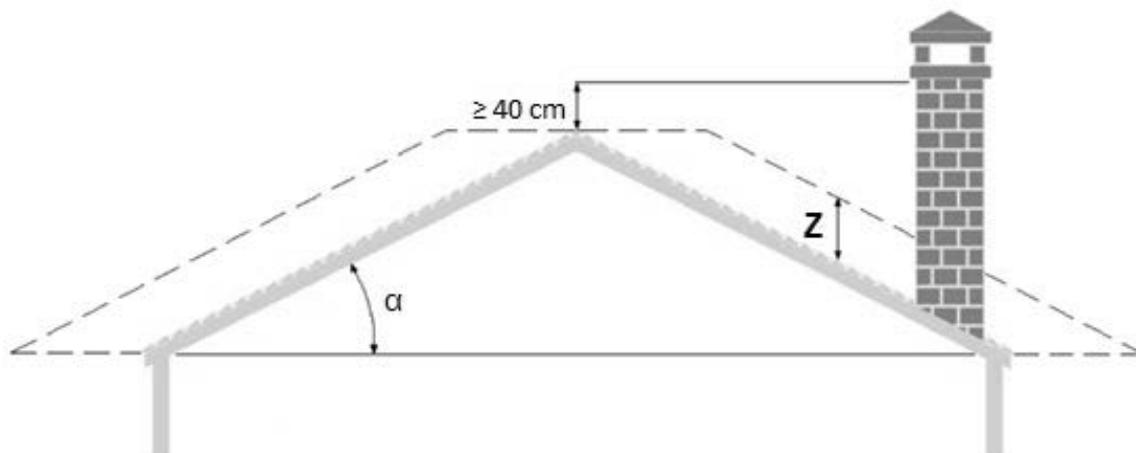

Fig. 7 - Zones de reflux
- Il faut éviter le positionnement de la sortie du terminal dans les zones de reflux (zones « z » dans la Fig. 7) qui varient en fonction de l'inclinaison du toit.
LÉGENDE	Fig. 7